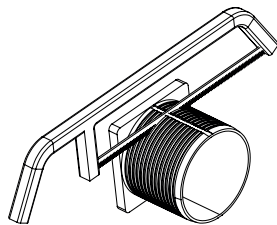

Рис. 7 / Сур-7
6. Отмерьте нужную высоту трапа с учетом высоты напольного покрытия. Отрежьте ненужную часть горловины ножовкой по металлу или любой другой пилой с мелкими зубцами (рис. 7).